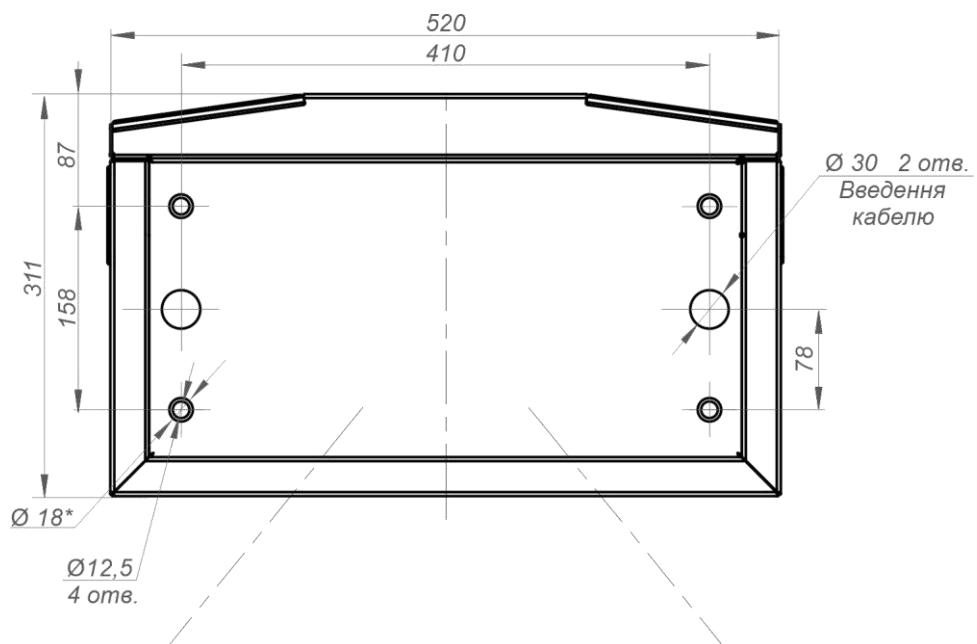

Рис. 14— Розмітка для монтажу турнікету типу «трипод»
4) Зробити на поверхні майданчика розмітку отворів для кріплення турнікету відповідно до *рис.14*. Як шаблон для розмітки можна використовувати власне турнікет, розміщений вертикально на місці його установки.
6) За необхідності прокладання кабелів під поверхнею підлоги підготуйте в підлозі кабельний канал до зони введення кабелів у стійку турнікету. Розташування зони введення кабелів вказано на схемі *рис.14*.
- Місце виведення кабелів повинно збігатися з місцем розташування отвору на монтажній основі турнікету (рис.14).